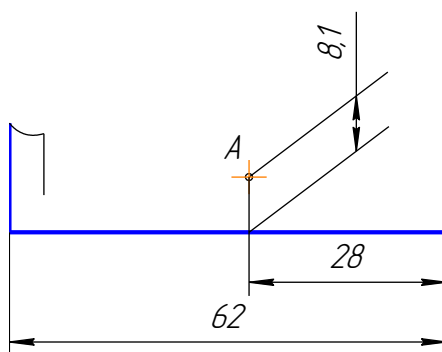

Рисунок 3.24 – Пример нахождения точки
1. По данным размерам находим точку *A*, через которую пройдет заданный уклон (рисунок 3.24).